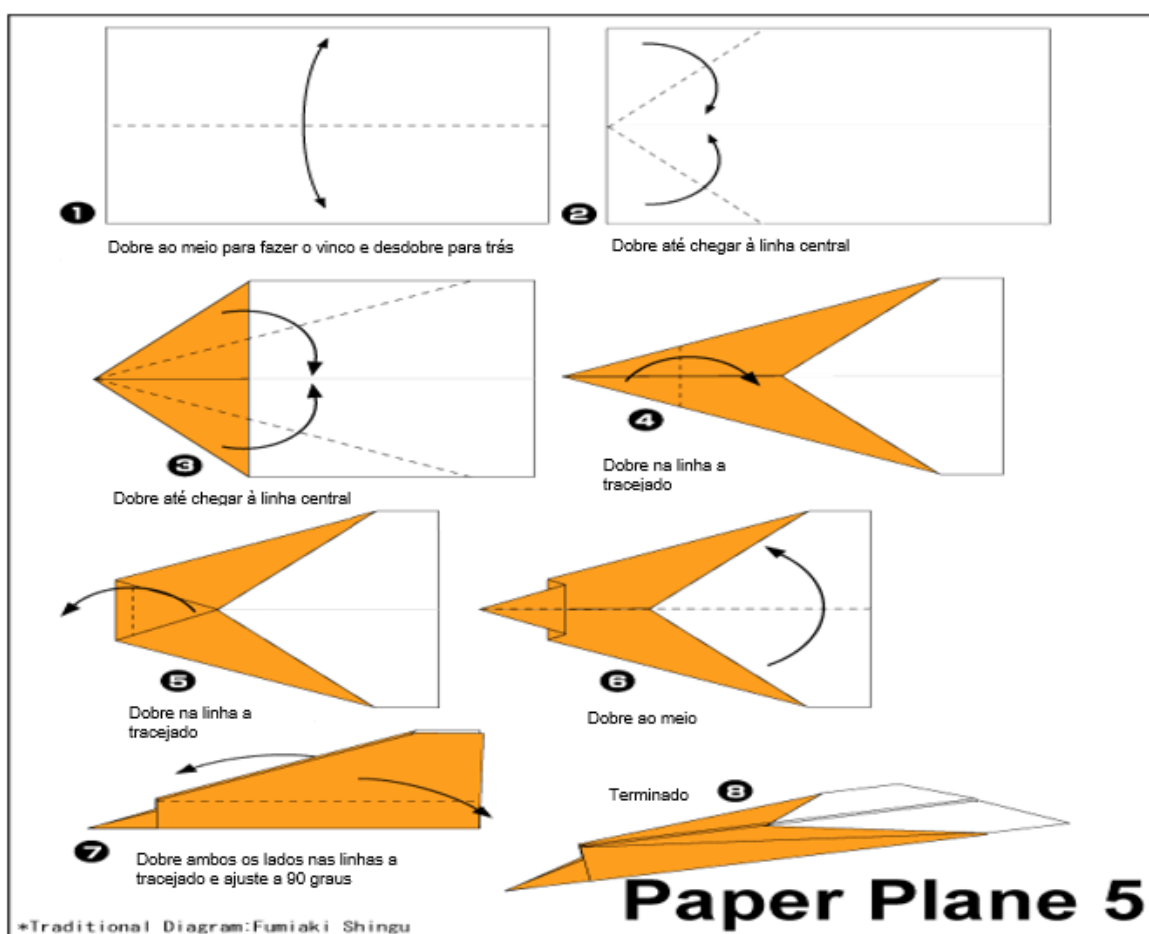

Figura 2
- ✈ Dobragem segundo a Instrução de Trabalho para Montagem de Avião (PAPER PLANE 5) conforme a Figura 2